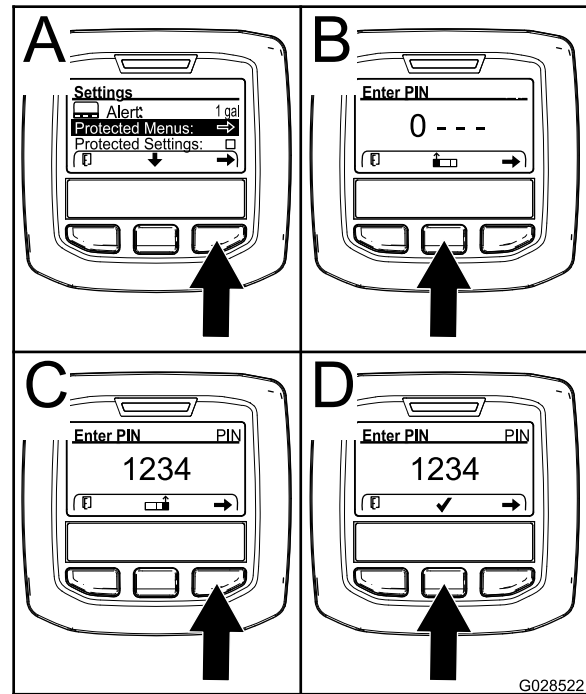

Bild 24
3. Drücken Sie die rechte Auswahltaste, um „Geschützte Menüs“ auszuwählen (A in Bild 24).
- Drücken Sie die mittlere Auswahltaste (B in Bild 24), um den numerischen Wert zu erhöhen (0 bis 9).
- Drücken Sie die rechte Auswahltaste (C in Bild 24), um den Cursor auf die nächste numerische Stelle nach rechts zu verschieben.
Hinweis: Das Häkchen-Symbol wird über der mittleren Auswahltaste angezeigt (D in Bild 24).
6. Drücken Sie die mittlere Auswahltaste (D in Bild 24), um das Kennwort einzugeben.